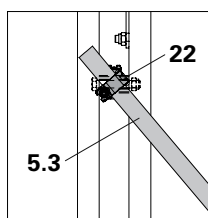

Fig. A3.06b
- Fissare un tubo per impalcature Ø 48,3 (5.3) al pezzo di tubo distanziatore (5.7), in diagonale, utilizzando un giunto orientabile DK 48/48 (22) → Puntellazione. (Fig. A3.06b)